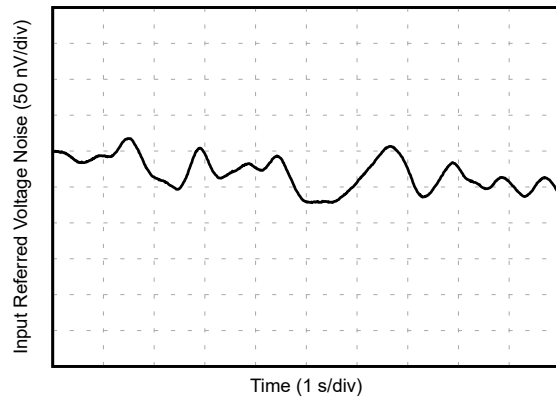

图 6-23. 0.1-Hz To 10-Hz Noise
0.1-Hz To 10-Hz Noise	<a href="#">图 6-23</a>